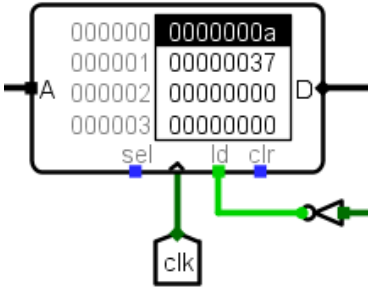

图 9 查看结果为 0x37
3) 在 Logisim 的仿真菜单下, 选择合适的频率, 如 1kHz, 选中 Ticks Enable, 开始自动执行机器代码, 程序执行结束后查看 RAM 中 0x0001 处的结果。如图 9 所示。